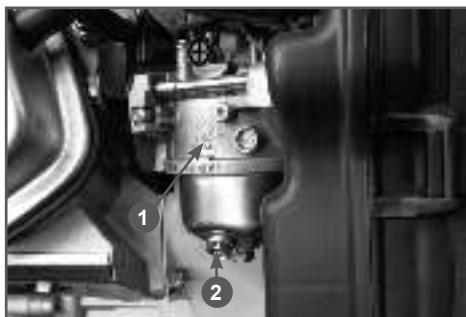

Рис. 17 Слив топлива из карбюратора
3. Открутите болт 2 на карбюраторе 1 (Рис. 17) и слейте топливо из поплавковой камеры в подготовленную для этого емкость.
- 2. Слейте топливо из карбюратора (Рис. 17).